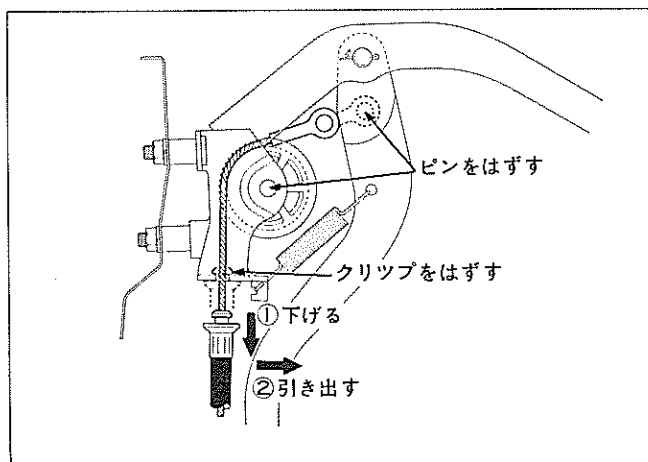

図13-134 パーキング ブレーキ ケーブル取りはずし
(3) クリツプを取り、ナット②をゆるめ、パーキング ブレーキ イコライザ ③ からケーブル No.1 を切り離す。(図13-134参照)
(4) 次の部品を切り離し、パーキング ブレーキ コントロール ハンドル ASSY を取りはずす。
- ① ヒューズ ボックス オープニング カバー
- ② インストルメント フィニツシュ ロー パネル